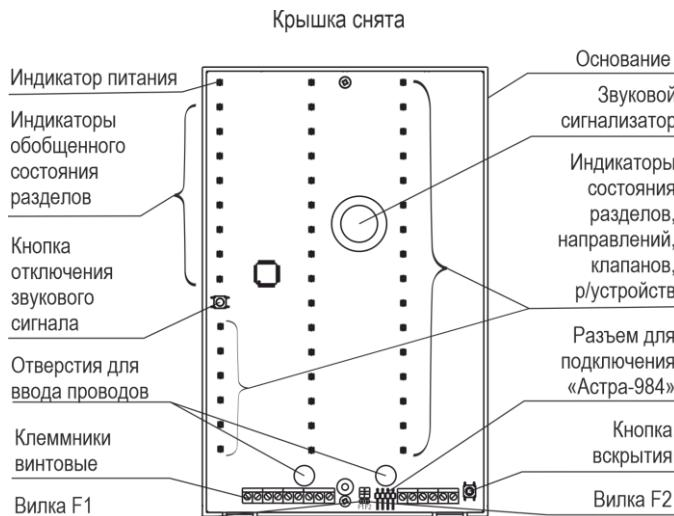

Рисунок 2
- 4.1** Конструктивно БИ выполнен в виде блока, состоящего из основания и съемной крышки. Внутри блока смонтирована печатная плата с радиоэлементами (рисунок 2).